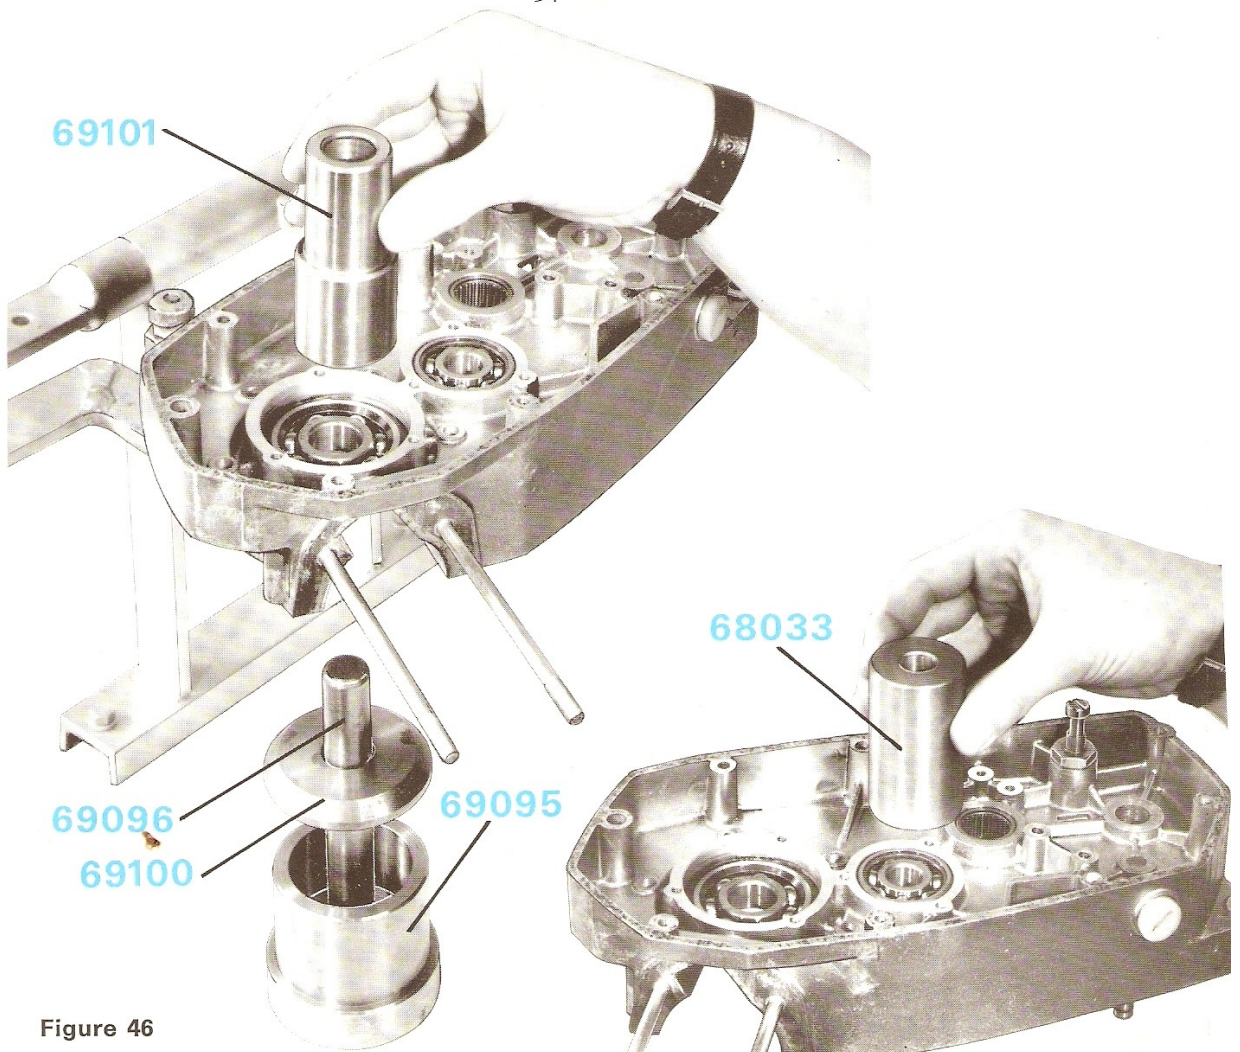

Figure 46
- Placer sur cet ensemble le carter préalablement chauffé (80 à 100°), la chambre des volants tournée vers le bas (figure 46).